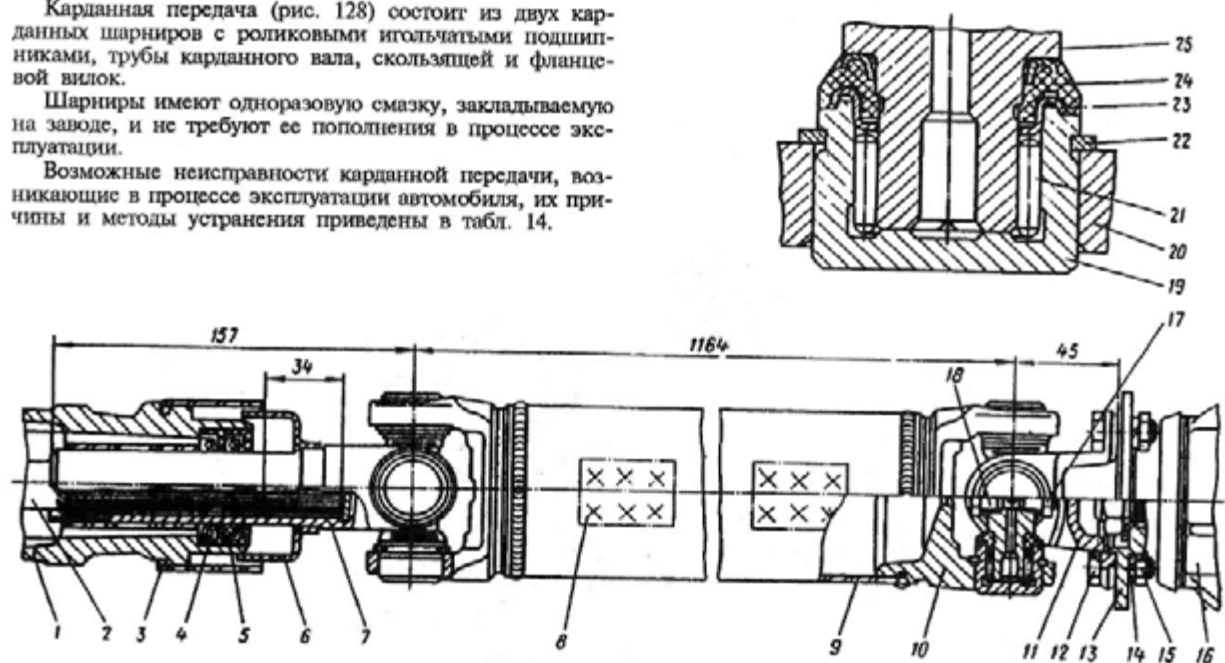

Рис. 128. Карданная передача:
Карданная передача (рис. 128) состоит из двух карданных шарниров с роликовыми игольчатыми подшипниками, трубы карданного вала, скользящей и фланцевой вилок.
— отверните гайки 15 (см. рис. 128) болтов крепления заднего карданного шарнира к фланцу ведущей шестерни главной передачи и выпньте болты;
5. При необходимости снимите с крестовины резиновые сальники 24 (рис. 128).